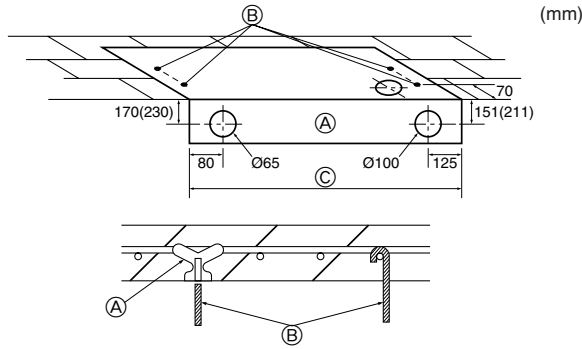

Fig. 3-3
- ① Ön çıkış
- ② Sol çıkış
- ③ Sağ çıkış
- ④ Bağımsız parça (sökülebilir)
- ⑤ Sağ drenaj boruları
- ⑥ Sol drenaj boruları
- ⑦ Gaz boruları
- ⑧ Sıvı boruları
3.2.3. Askı civatalarının ve boruların konumları (Fig. 3-3)